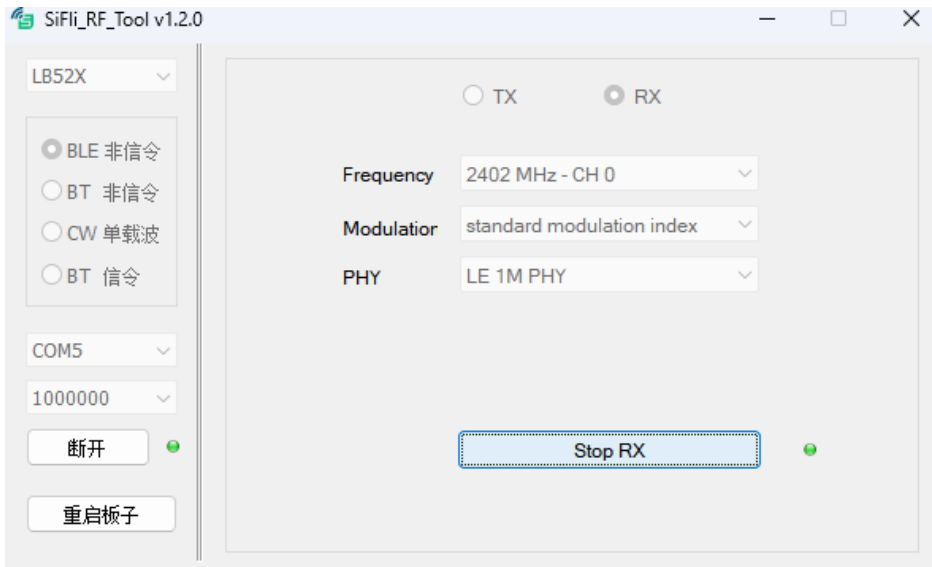

图 3-5
- 点击 Start RX，如按钮右侧灰色点变成绿色点，则表示进入对应 RX 状态，如图 3-5。